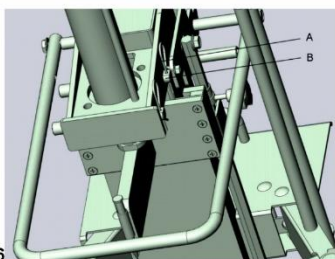

Fig.6
- Montare le 2 aste (A) del cilindro, Fig.6.
- Inserire i 2 perni a "R" (B) per fissare il cilindro sullo spaccalegna e bloccarli nei fori.